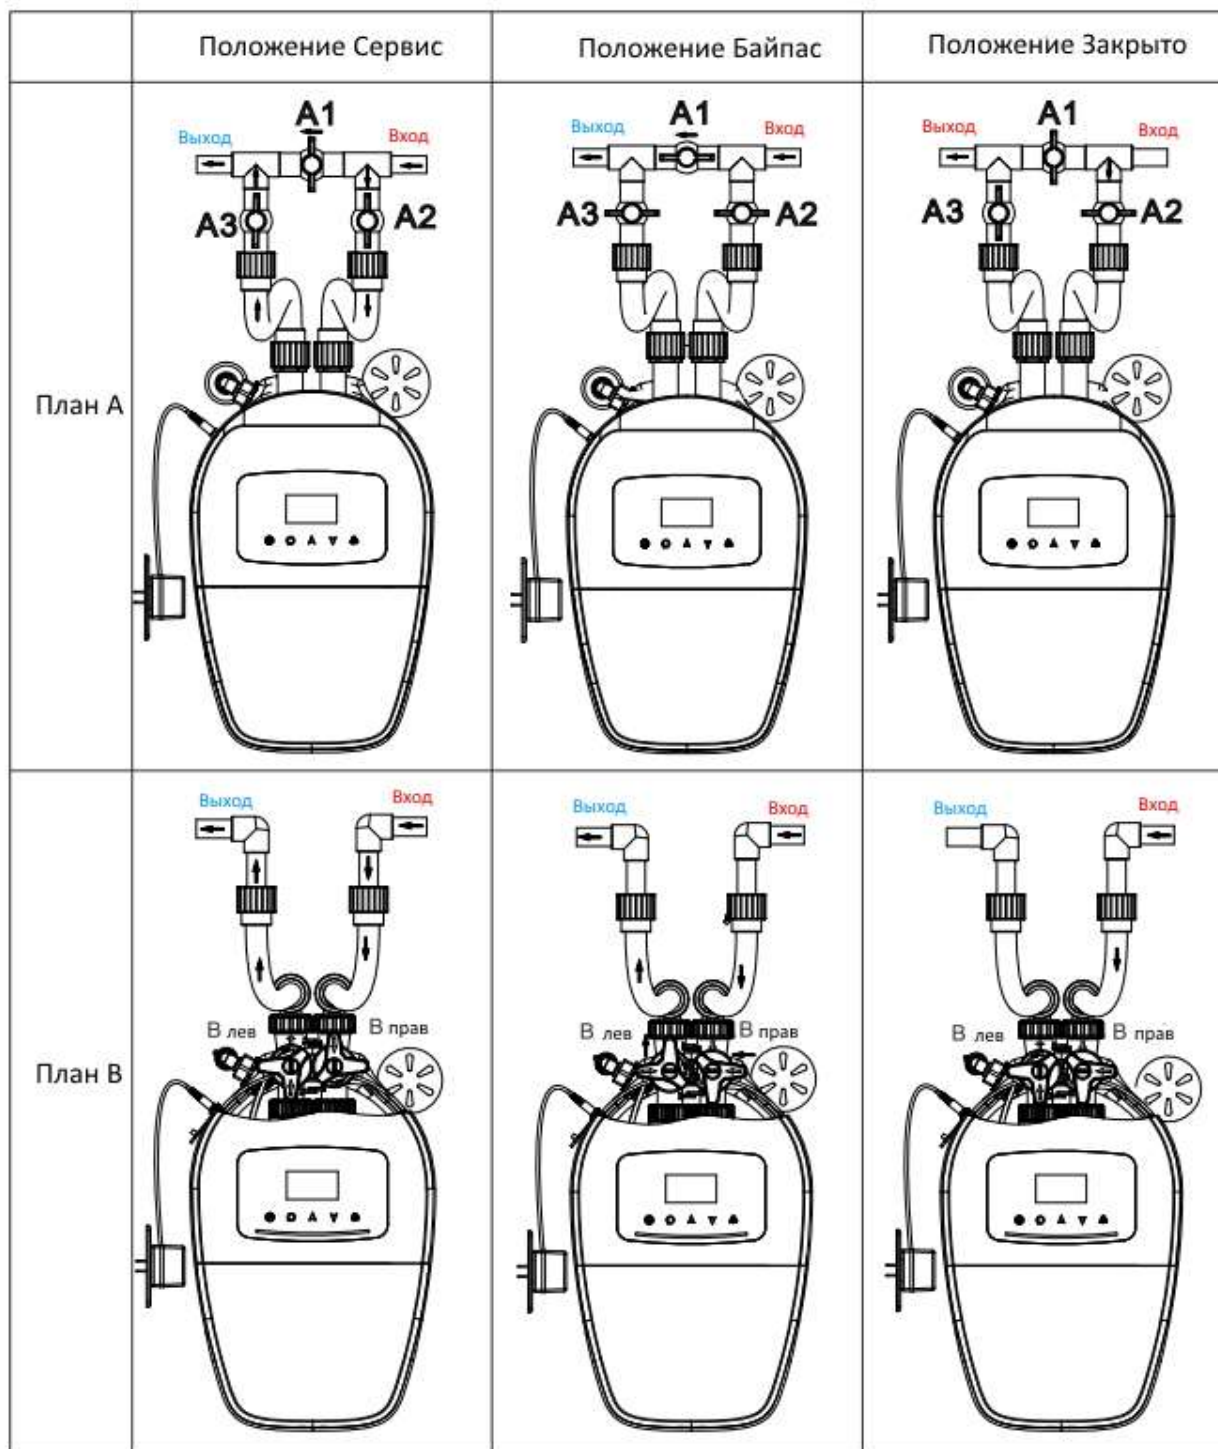

Рис.2
Поверните рукоятки перепускного клапана, и можно получить три положения, см. Рис.2.
- 4) См. рисунок 2, поверните впускное отверстие A2 байпасного клапана в полуоткрытое положение. Если используется нестандартный байпасный клапан, вход рукояток байпасного клапана должен быть отрегулирован как на плане В справа.